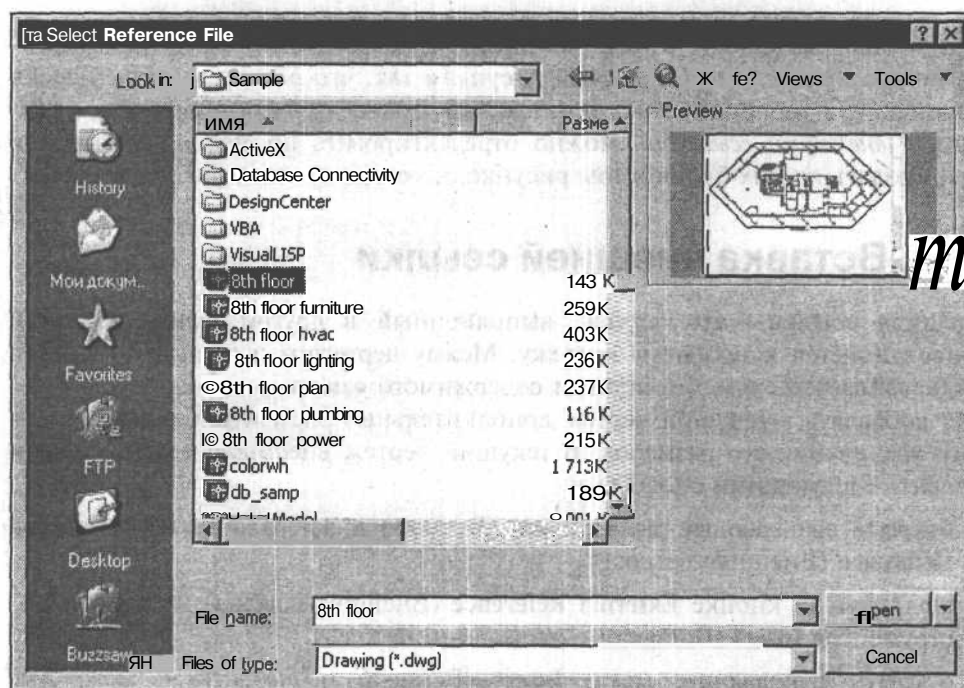

Рис. 18.1. Диалоговое окно для выбора файла внешней ссылки
1. Откройте выпадающее меню **Insert** (Вставка) и выберите из него **External Reference** (Внешняя ссылка). Появится диалоговое окно **Select Reference File** (Выбор файла внешней ссылки) (рис. 18.1).